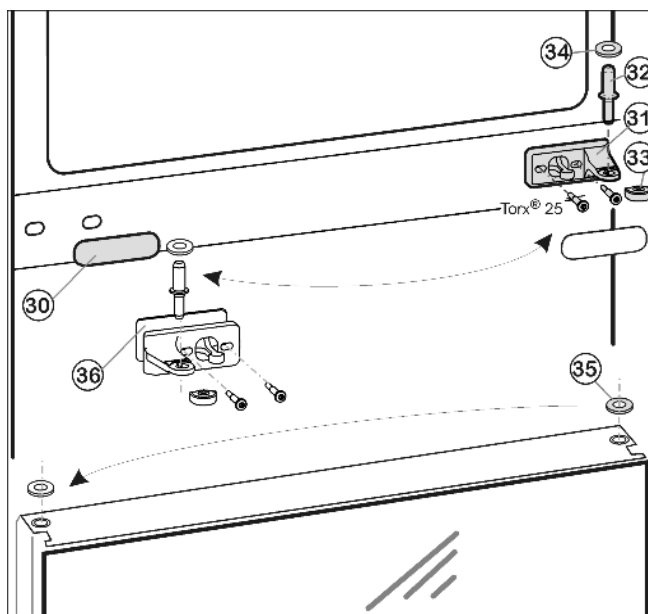
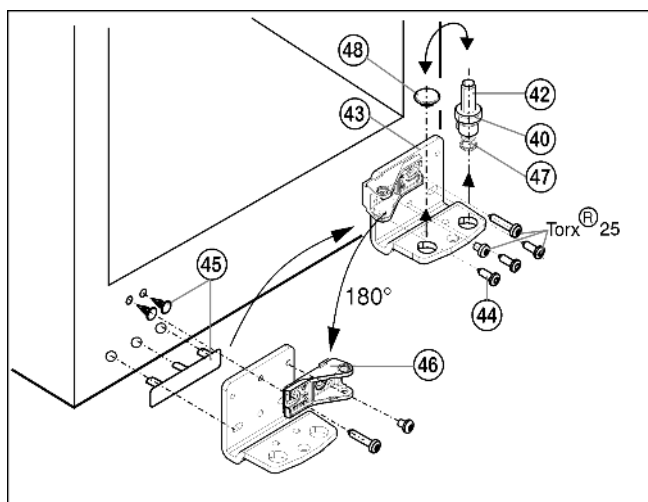

Fig. 11
Fig. 12
- ▶ Enlever le pivot central Fig. 11 (32) avec le disque Fig. 11 (34) du support d'appui et de la porte inférieure.
- ▶ Retirer le capuchon en plastique Fig. 11 (33).
- ▶ Dévisser le support d'appui Fig. 11 (31) du milieu (2 Torx® 25).
- ▶ Retirer avec précaution le Fig. 11 (30) panneau-cache.
- ▶ Visser le support d'appui du milieu Fig. 11 (31) avec le support pivoté Fig. 11 (36) de 180° sur le nouveau côté charnière (avec 4 Nm).
- ▶ Encliqueter de nouveau le panneau-cache Fig. 11 (30) tourné à 180° sur le nouveau côté poignée.
- ▶ Déplacer le disque Fig. 11 (35) sur la porte.
- ▶ Enlever complètement le pivot Fig. 12 (42) avec le disque Fig. 12 (40) et le pied réglable Fig. 12 (47) vers le haut.
- ▶ Enlever le bouchon Fig. 12 (48).
- ▶ Dévisser Fig. 12 (44) le support d'appui Fig. 12 (43).
- ▶ Soulever le cache et le bouchon côté poignée *Fig. 12 (45)* avec précaution et déplacer sur le côté opposé.
- ▶ Revisser à fond le support d'appui en bas *Fig. 12 (43)* sur le nouveau côté charnière (avec un couple de serrage de **4 Nm**) avec une visseuse sans fil si nécessaire.
- ▶ Dévisser l'élément pivotant *Fig. 12 (46)* et revisser à fond à l'intérieur tourné de 180°, toujours visser les vis longues dans le trou longitudinal !
- ▶ Remplacer le bouchon *Fig. 12 (48)* dans l'autre trou.
- ▶ Remplacer le pivot *Fig. 12 (42)* avec disque et pied réglable. Faire attention à ce que les ergots d'encliquetage soient tournés vers l'arrière.
- ▶ Placer la porte par le haut sur le pivot inférieur *Fig. 12 (42)*.
- ▶ Remettre le capuchon en plastique *Fig. 11 (33)* sur la charnière du milieu *Fig. 11 (31)*.
- ▶ Placer le pivot du milieu *Fig. 11 (32)* sur le nouveau côté charnière à travers le support d'appui central *Fig. 11 (31)* dans la porte inférieure.
- ▶ Placer le disque *Fig. 11 (34)* sur le pivot du milieu *Fig. 11 (32)*.
- ▶ Placer la porte supérieure sur le pivot du milieu *Fig. 11 (32)*.
- ▶ Aligner éventuellement la porte à la carrosserie de l'appareil grâce aux trous longitudinaux dans le support d'appui du bas Fig. 12 (43) et le support d'appui du milieu Fig. 11 (31). Pour cela, dévisser la vis du milieu dans le support d'appui du bas Fig. 12 (43).